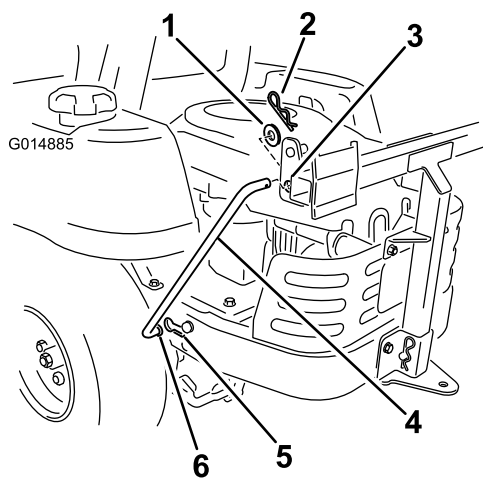

Figura 15
5. Montate due aste di supporto, una su ciascun lato del telaio del sistema di raccolta. Individuate la scanalatura sagomata già presente nel telaio della macchina e inserite l'estremità curva e svasata dell'asta nella scanalatura (Figura 15). Spostate l'asta all'indietro per inserirla in posizione nel telaio.
6. Inserite le estremità curve dell'asta nel telaio del sistema di raccolta, come illustrato nella Figura 15. Assicurate l'estremità dell'asta con una rondella e una coppiglia.